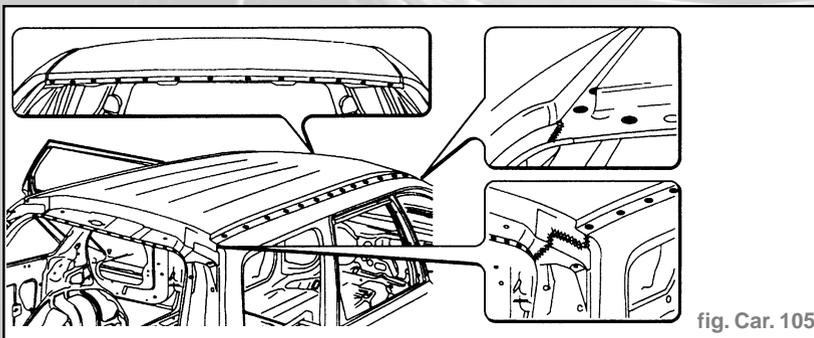

fig. Car. 105
- Effectuer la soudure électrique par points sur tout le périmètre du toit (fig. Car. 105).